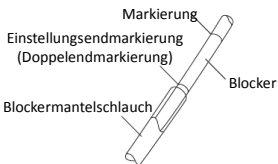

Abb. 2
- Wenn Sie die Blockerspitze aus der Endotrachealtubustasche herauschieben, achten Sie darauf, dass Sie den Blockerschaft in der Nähe des Blockermantelschlauchs (der Bereich zwischen der Einstellendmarkierung und der ersten Tiefenmarkierung, wie in Abb. 2 dargestellt) greifen. Andernfalls kann es zu Knicken oder Brüchen am Blockerschaft kommen.